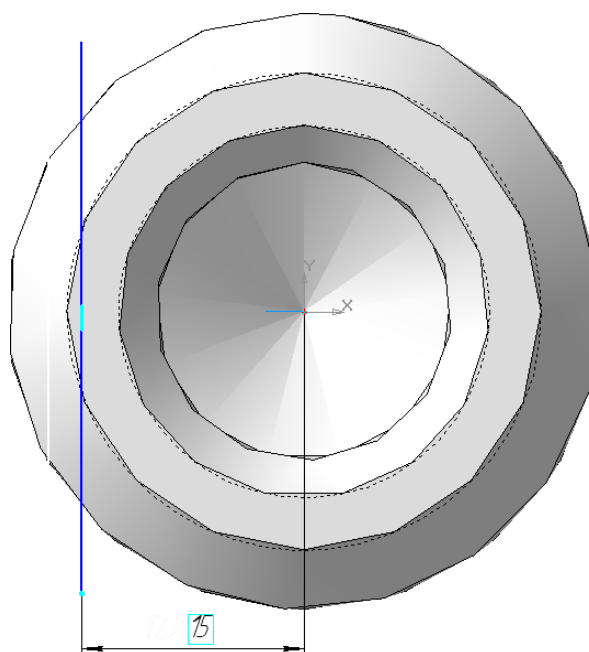

Рис. 13
• Для выполнения лыски выделите курсором левый торец детали. Для этого кнопкой **Повернуть**  разверните деталь левым торцом на себя. Ориентацию изображения установите «Нормально к ...»  и перейдите в режим редактирования эскиза (кнопка **Эскиз**  ). Изобразите прямую вертикальную линию на расстоянии 15 мм от центра, рис. 13.